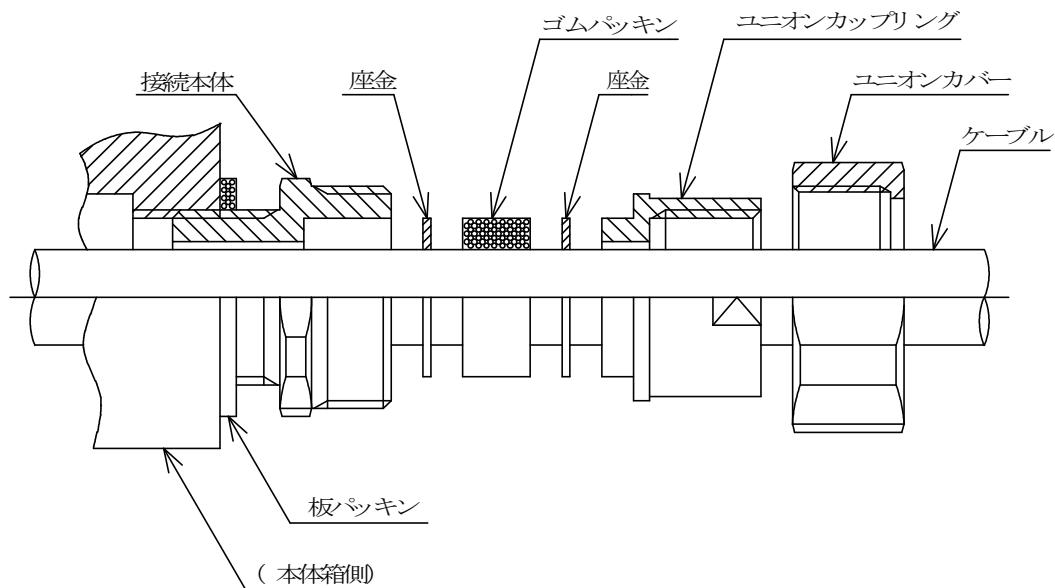
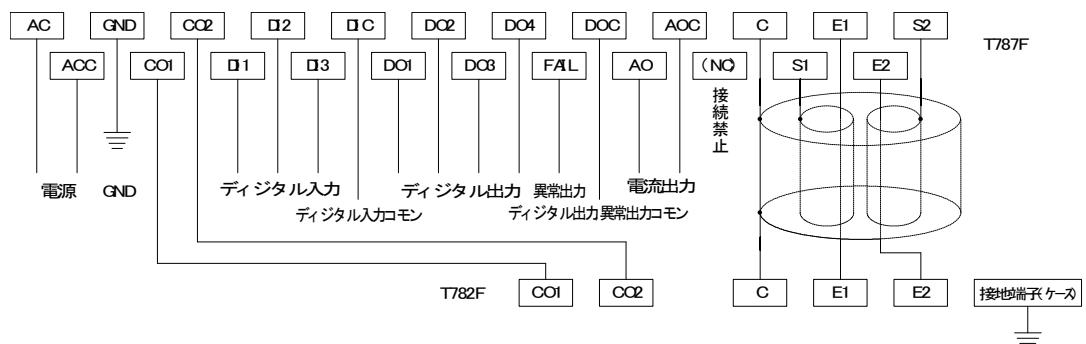
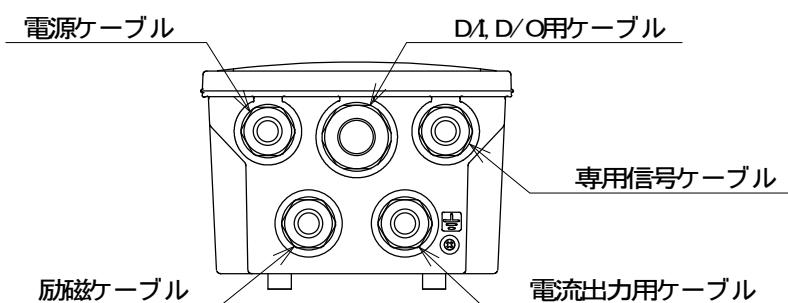

図 4.7 水防グランド取付方法
図 4.8 端子記号とその配線
図 4.9 水防グランドとその配線
- (1) 検出器の防水、防塵を保つため、端子箱のカバー や水防グランドを外したまま放置しないでください。必ず付属の水防グランドを図4.7、図4.9のように使用してください。配線が終了したら水防グランドのグランドを確実にしめつけてシールを完全に行ってください。1つの水防グランドに通すケーブルは1本のみにしてください。複数のケーブルを通さないでください。
- (2) 配線には厚鋼管16(JIS C8305)を使用してください。なお入力信号線、励磁線、アナログ出力信号線、デジタル信号線および電源線はそれぞれ別々のコンジットを使用してください。
- (3) 入力信号ケーブルは必ず付属の専用信号ケーブルを使用してください。入力信号ケーブルは非常に微弱な信号を伝送するケーブルです。鉄製コンジットを通し、他の大電流配線やノイズを与える恐れのある配線からできるだけ遠ざけ、かつ両者を平行にしないでください。ケーブルが余った場合には、途中で丸めたりしないで余分な部分を切断してください。図4.9をご参照の上、端末処理を行ってください。このケーブルの最大長は200mです。これ以上にならないように注意してください。
- (4) 検出器の端子箱の絶縁劣化を防止するため、雨天に屋外での配線は行わないでください。
- (5) ケーブルは途中で継ぎ足さないでください。万一不足したときには、御面倒でも全部交換してください。
- (6) 検出器への配線接続が完了したら。すみやかに検出器ターミナルカバーをとりつけてください。
- (7) 配線終了後、以下の絶縁をチェックしてください。なおこのとき、変換器側の結線は必ず外してください。
配線は全て計器内部の端子にて行います。結線は図 4.8 を参照してください。必要な端子へ配線してください。配線が終了後、正しく接続されているか再確認の後、カバーを取り付けてください。また、必ず図 4.9 のようにそれぞれのケーブルを配線してください。